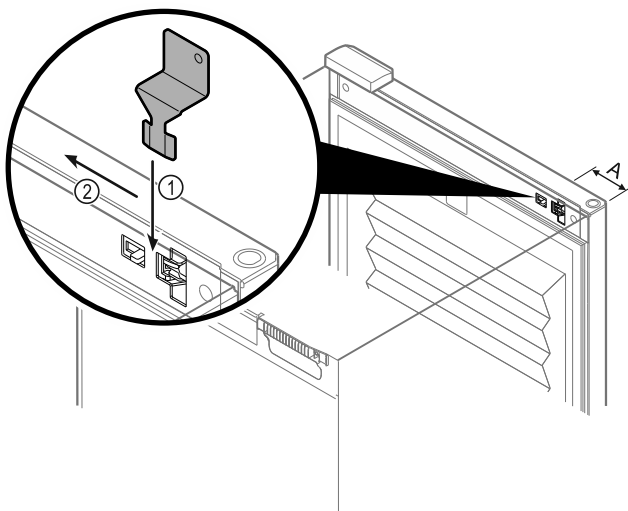

Fig. 90
- ▶ Notentriegelungsschlüssel an vorgegebener Stelle positionieren Fig. 90 (A) ≈ 100mm.
- ▶ Notentriegelungsschlüssel zwischen Tür und Gerätekorpus von oben bis zum Anschlag einstecken Fig. 90 (1).
- ▶ Notentriegelungsschlüssel in Richtung Scharnierseite ziehen Fig. 90 (2).